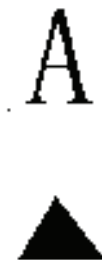

图 8-39 输入文字
3) 输入文字。单击“绘图”工具栏中的“多行文字”按钮, 指定文字输入区域, 弹出多行文字编辑器, 指定文字高度为“5”, 在基准面符号方框中输入文字“A”, 如图 8-39 所示。